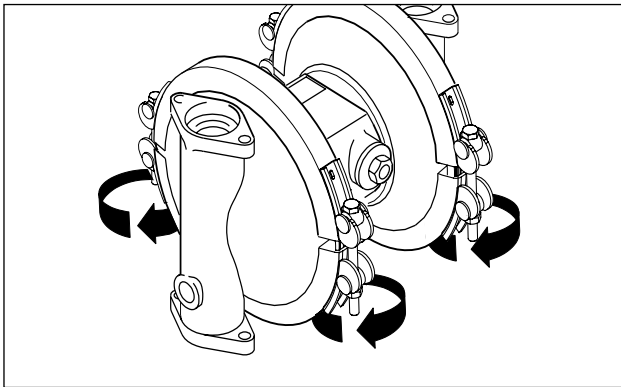

Abb. 9: Spannbänder öffnen.
- Spannbänder lösen (um Festsetzen der Edelstahlmutter und -bolzen zu vermeiden, ggf. ölen) (Abb. 9).